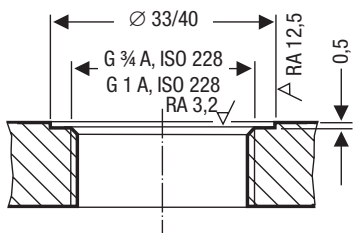

Fig. 12
- As superfícies de vedação da tampa flangeada devem ser maquinadas de acordo com a Fig. 12 de forma tecnicamente perfeita!
7. Verificar as superfícies de vedação. **Fig. 12**